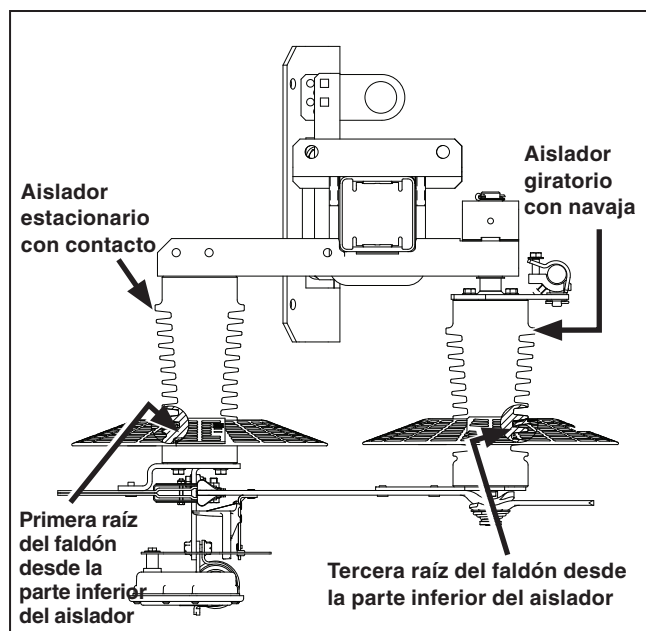

Figura 20. Colocación del disco antifauna en el Interruptor Omni-Rupter de 25 kV, configuración de montaje invertido.
**Extremo de la navaja del interruptor:** Cunte tres faldones desde las partes vivas e instale el disco antifauna al aislador en el extremo de la navaja. Cuando los discos antifauna estén instalados correctamente, estos estarán aproximadamente a la misma altura. Ver Figura 20.